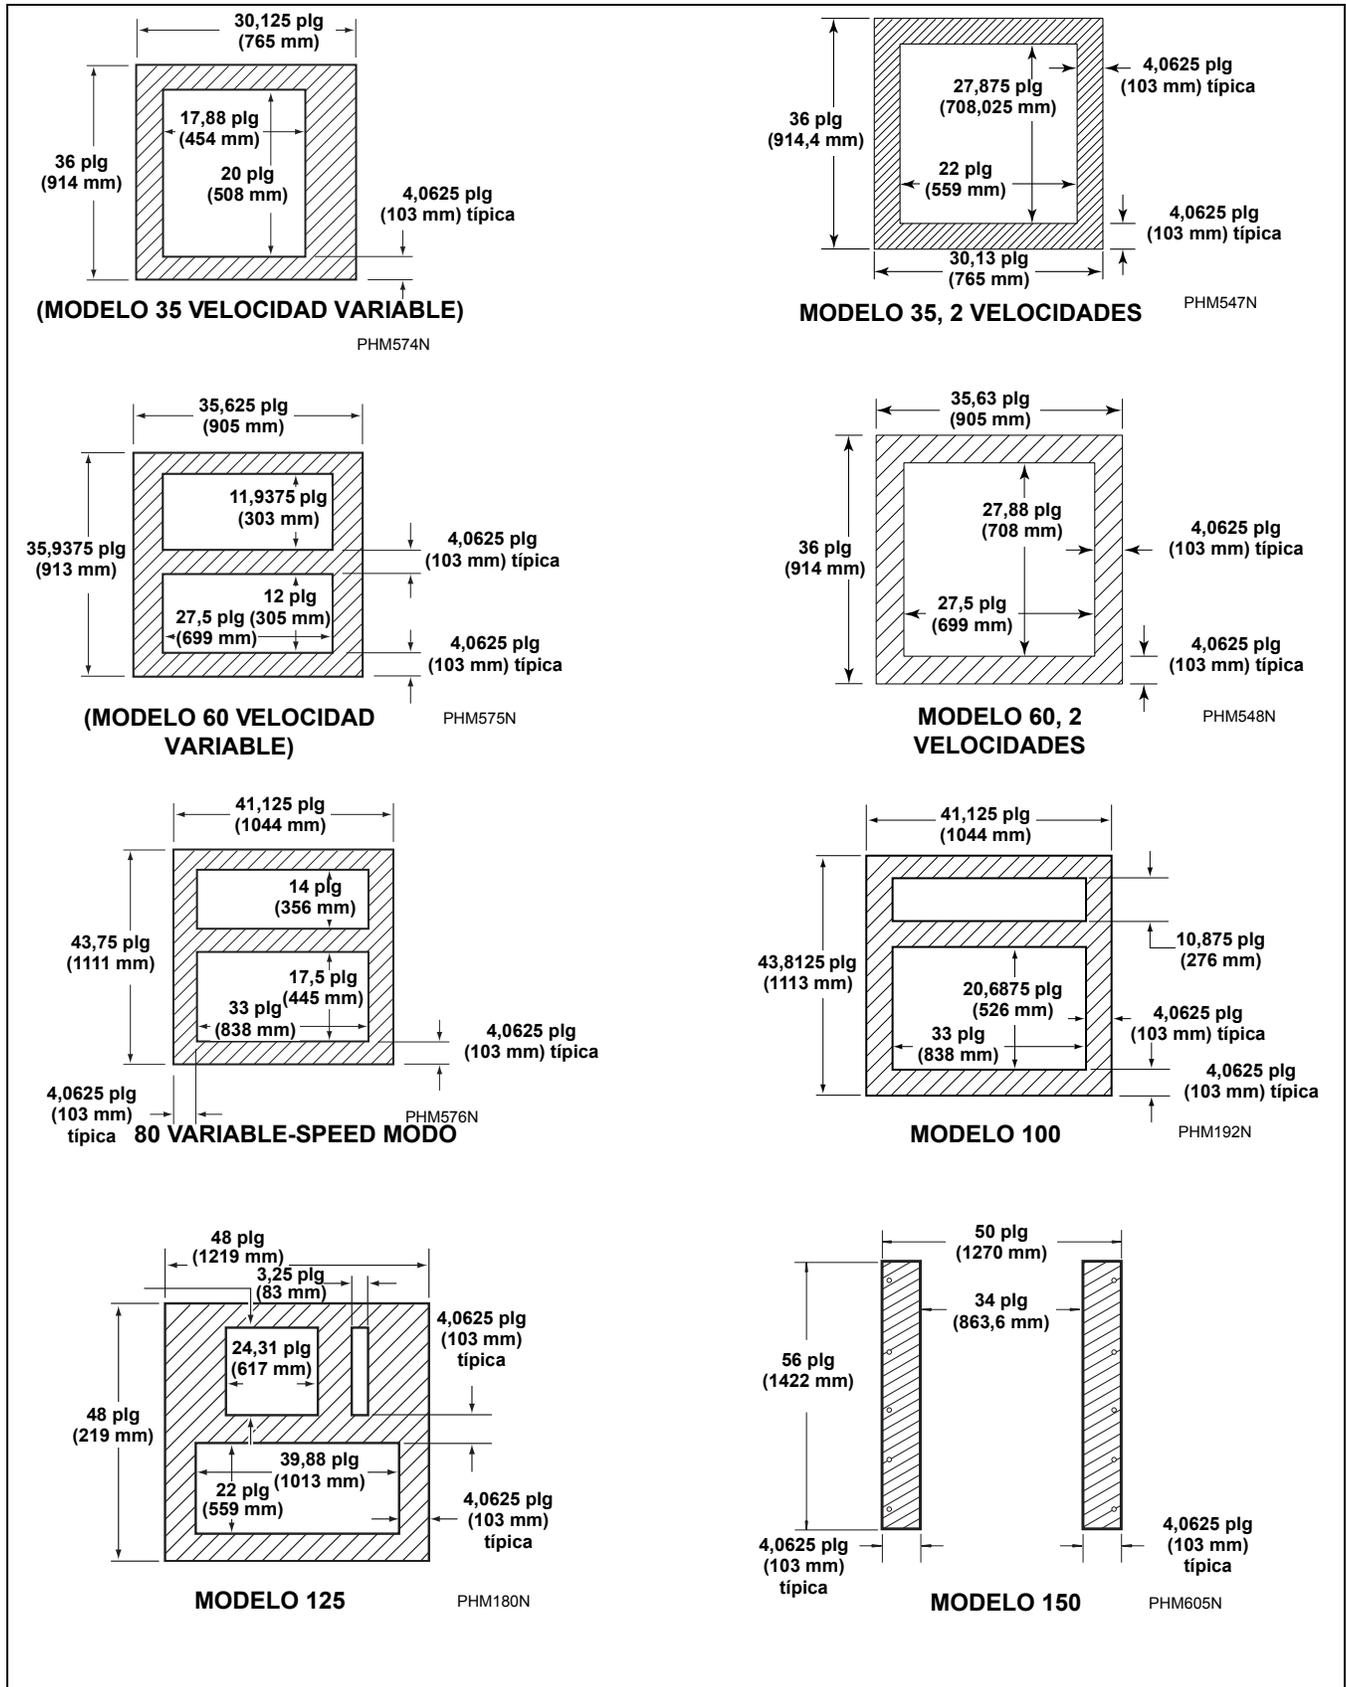

Figura 13
5. Llene el espacio entre la base de la lavadora extractora y el suelo con una lechada de precisión para maquinaria inencogible de buena calidad, **para garantizar** una instalación estable. Aplique lechada por toda la parte de debajo de todos los componentes del bastidor. (Retire los paneles anterior y posterior para acceder a **todos** los componentes del bastidor). Consulte la *Figura 13*. Fuerce la lechada bajo la base de la máquina hasta que se hayan llenado todos los espacios.